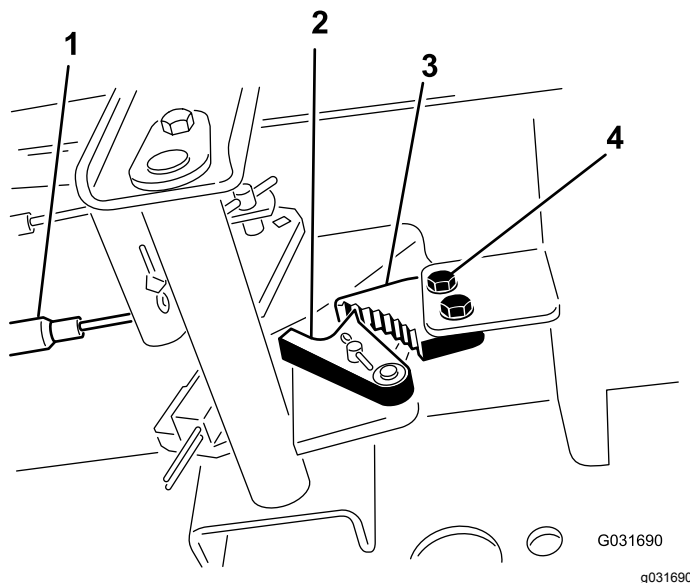

Figura 53
1. Allentate le due viti che fissano il nottolino del freno di stazionamento al telaio (Figura 53).
2. Premete in avanti il pedale del freno di stazionamento finché il fermo non s'innesta completamente nel nottolino del freno (Figura 53).